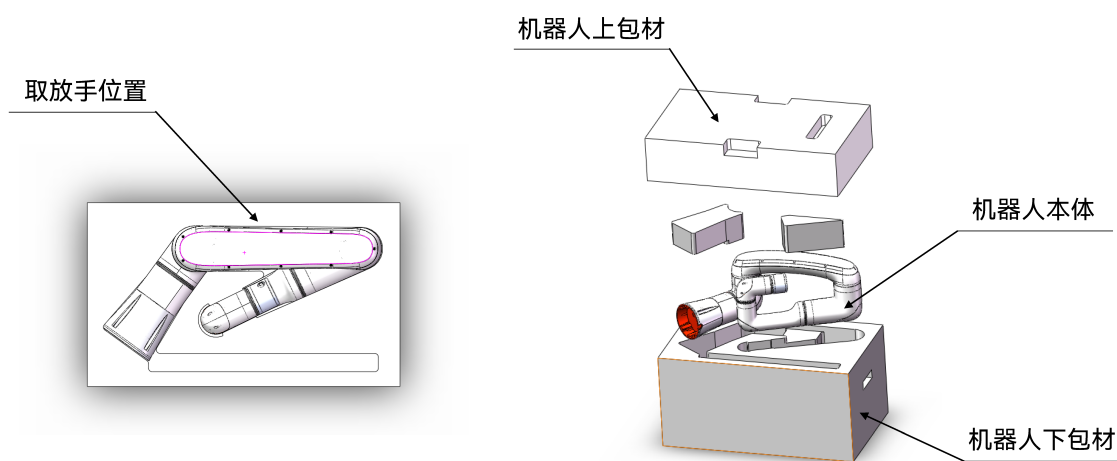

图 6-1: 机器人打包图
- LS65 机器人的打包姿态角度是：(A1: 45°、A2: -180°、A3: 155°、A4: -65°、A5: 180°、A6: -90°)，如图 6-1所示；